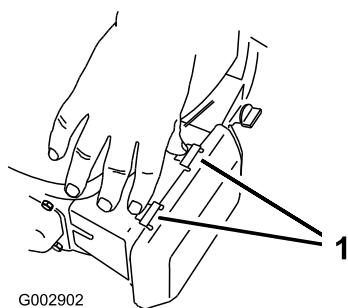

Figura 36
1. Presione hacia abajo los cierres de la parte superior de la tapa del limpiador de aire (Figura 36).